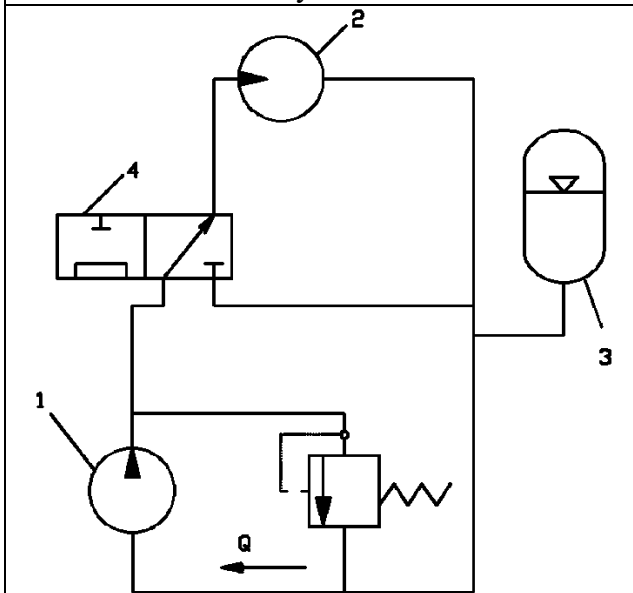

Рисунок 19
19. До распределителя (рис. 19) масло течет в трубе диаметром $d = 10$ мм, а после распределителя - в трубе диаметром $d_1 = 16$ мм. Расход составляет $Q = 1$ л/с. Кинематическая вязкость масла $\nu = 4 \times 10^{-5}$ м²/с. Определить режим движения жидкости.